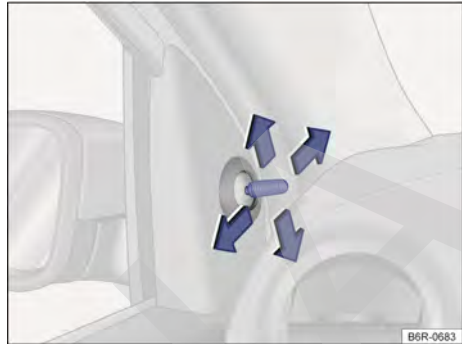

Fig. 80 En las puertas delanteras: mando de ajuste de los espejos retrovisores externos mecánicos.
- Mover el botón de ajuste en el revestimiento de las puertas delanteras → fig. 80.